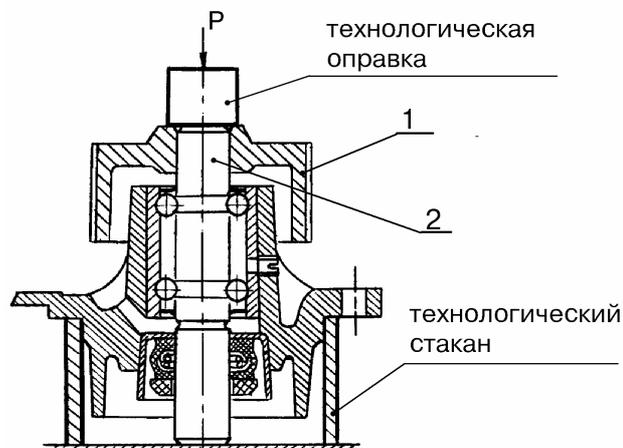

Рис.16.
- напрессовать шкив 1, рис.16, на валик заподлицо с торцом (технологический стакан, технологическая оправка диаметром 24 мм, пресс типа 2135 ГАРО).